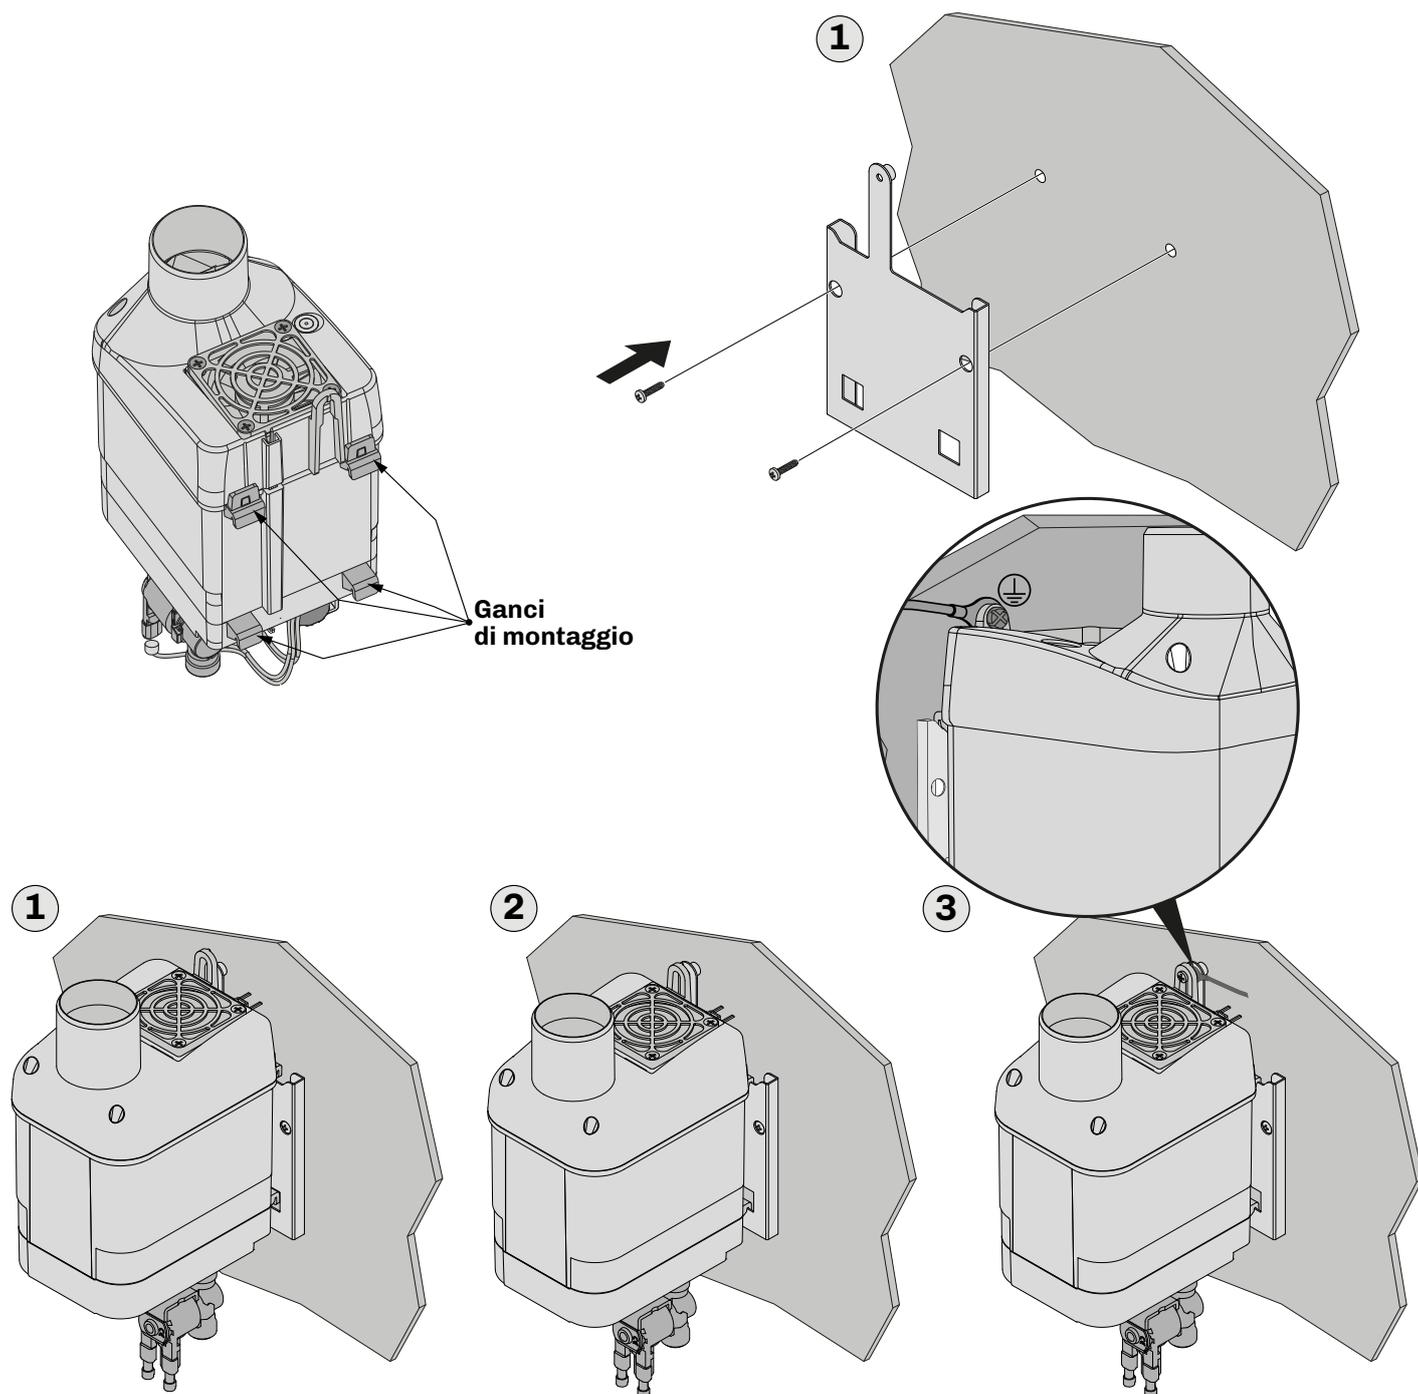

Fig. 7. Istruzioni di montaggio con staffa di supporto
- Fissare la staffa di supporto al muro seguendo le istruzioni riportate nell'immagine "**FIG. 7. ISTRUZIONI DI MONTAGGIO CON STAFFA DI SUPPORTO**" A PAGINA 19 e le dimensioni dei fori e della staffa riportate nel sottocapitolo "**4.5.1 DIMENSIONI STAFFA DI SUPPORTO**" A PAGINA 18 (1);
- Agganciare l'umidificatore **Mistral** alla staffa, assicurandosi che sia ben fissato (2);
- Fissare l'umidificatore alla parete, in cui è montata la staffa di supporto, ed il collegamento della messa a terra utilizzando una vite **M4** a testa piatta, adeguata alla parete di fissaggio (3).